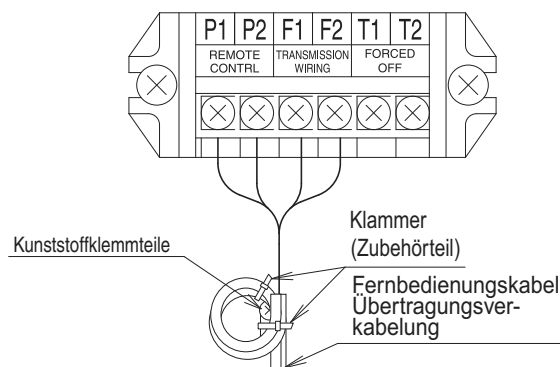

Abb. 18
- Nehmen Sie den Deckel des Schaltkastens ab und schließen Sie die Kabel wie in unten dargestellt an (Siehe Abb. 17 und Abb. 18).
- Ziehen Sie die Fernbedienungs-, Übertragungs- und Steuerungskabel durch den Durchbruch in den Schaltkasten und schließen sie an die Klemmenleiste X3M an. Sichern Sie sie dann mit den beiliegenden Kabelbindern. (Siehe Abb. 18)